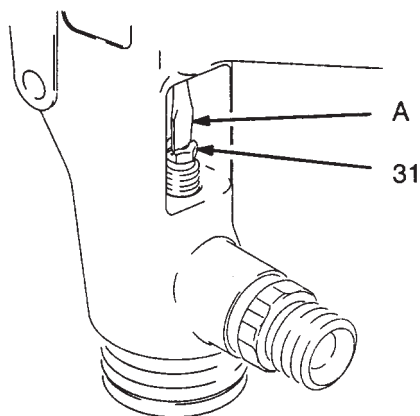

Fig. 2
5. Déposer la molette de réglage de débit de produit (8) et le ressort de produit (16).
6. Retirer le pointeau de produit (21) par l'arrière du pistolet.
8. Déposer l'écrou de réglage du produit (6), le ressort (15) et la soupape d'air (14).
9. Pour déposer la vis de réglage (31) des joints, introduire un tournevis plat (A) par la face arrière du pistolet comme indiqué à la Fig. 2 et desserrer la vis (31).